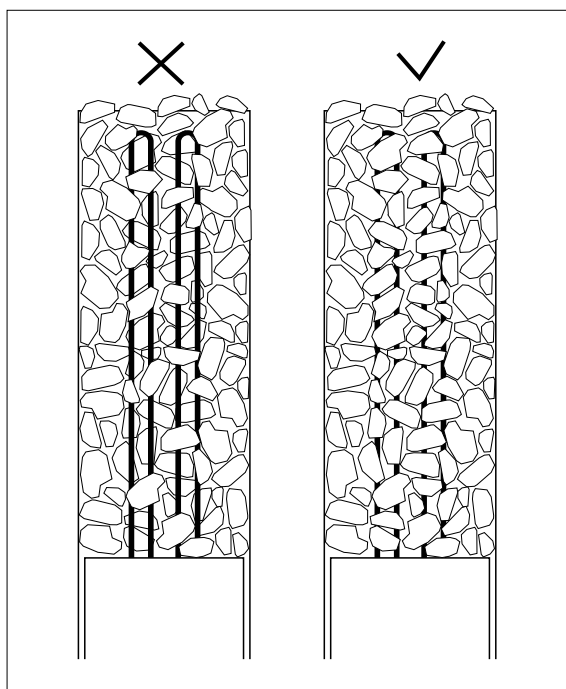

Bild 14. Stapling av bastustenar
- Stenarna läggs på stenmagasinets yttre omkrets så tätt som möjligt så att värmeelementen inte syns. Ett tätt lager sten skyddar materialen runt bastuaggregatet från överhettning (bild 14).